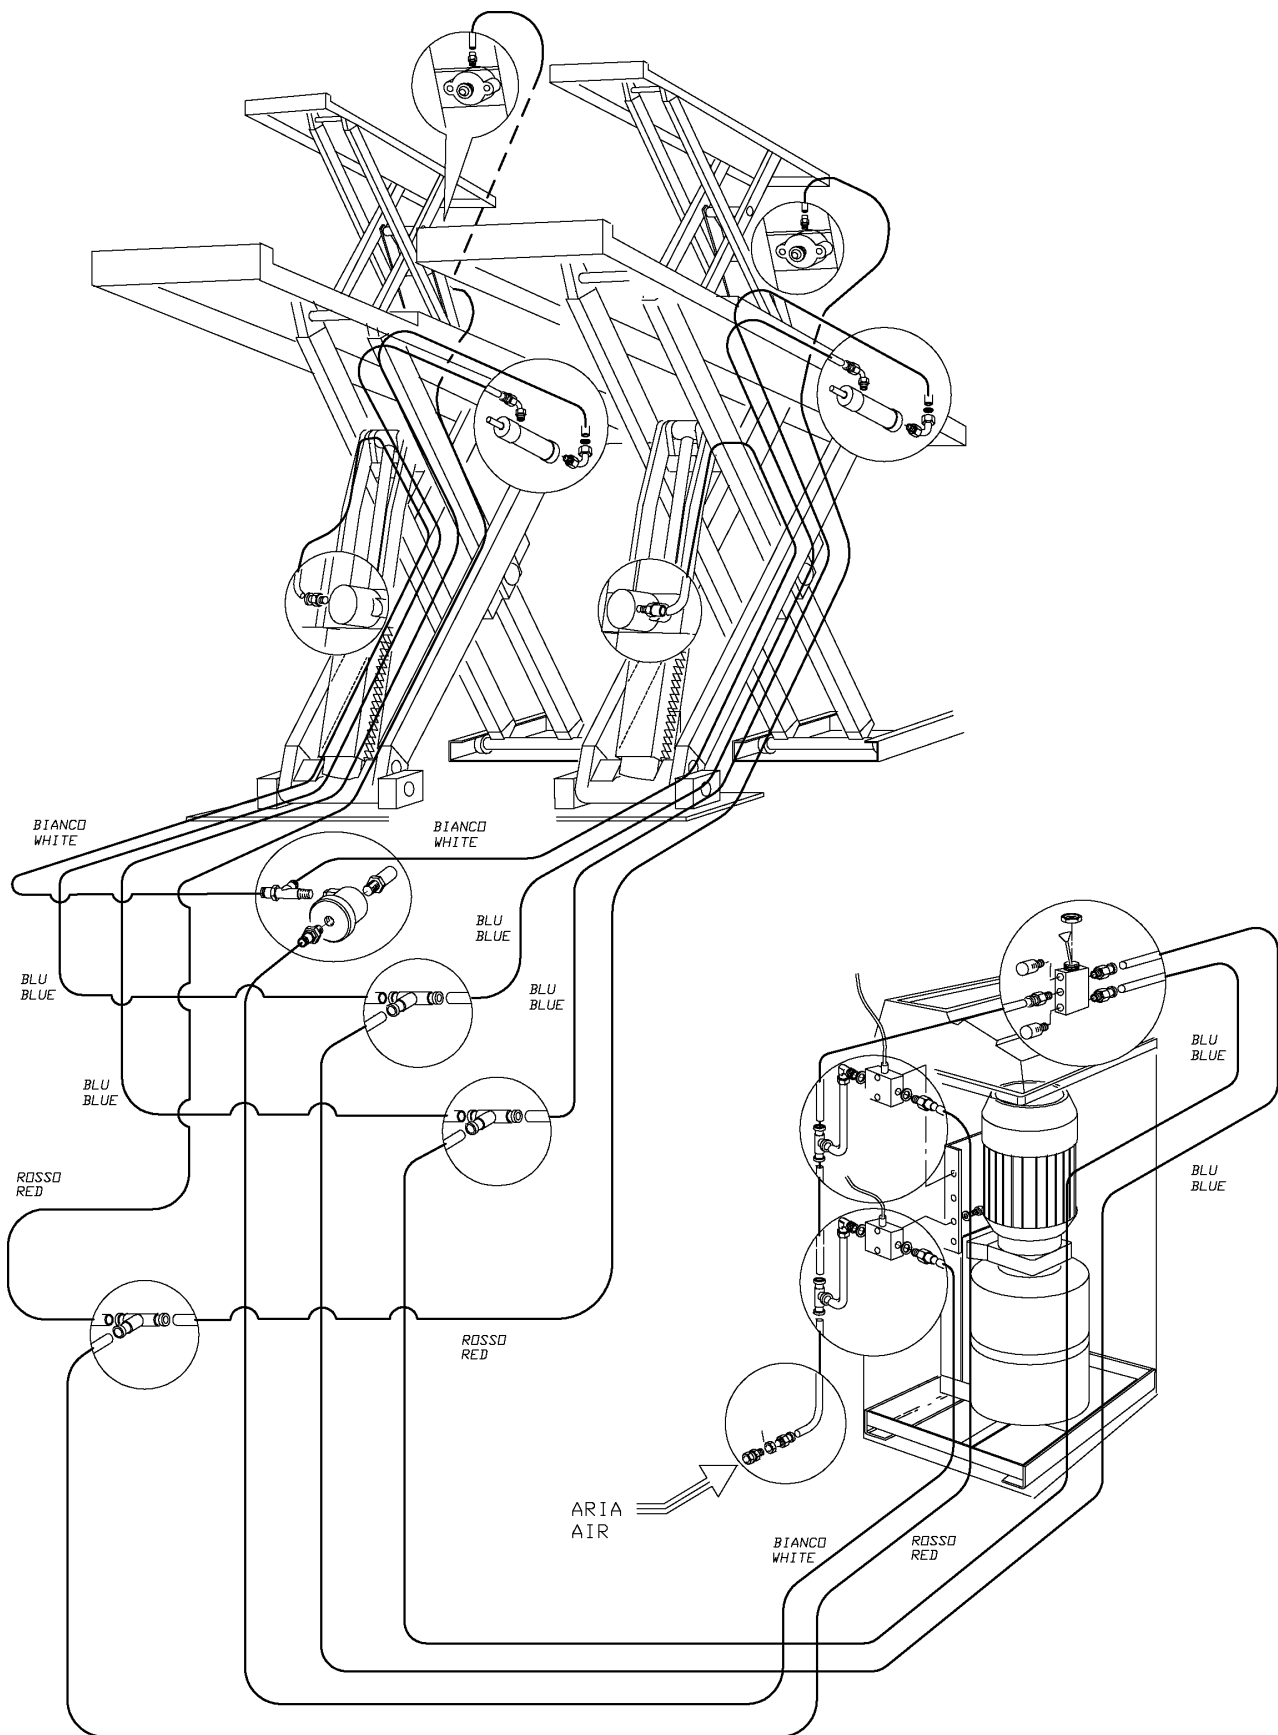

Fig. 27
**Vedi Fig.27.** Collegare l'alimentazione pneumatica.
**Ref. Fig.27.** Connect the air supply.
**Zu Abb. 27.** Die Druckluftzuführung anschliessen.
**Voir Fig. 27.** Connecter l'alimentation pneumatique.
**Ref. Fig. 27.** Conectar la alimentación neumática.